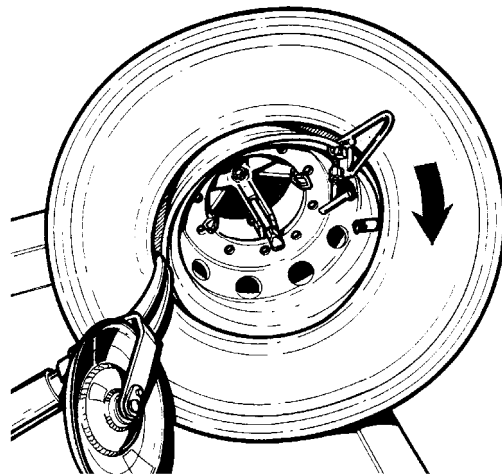

Fig.35
3. Fixer l'étau de montage sur le bord extérieur de la jante de manière à avoir la soupape après l'étau, suivant la direction de rotation (Fig.35).